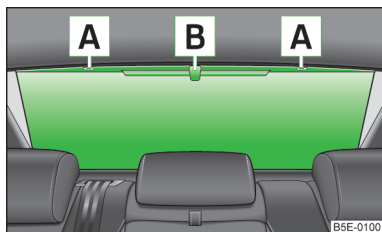

Fig. 41
► Trageți ruloul parasolar de mânerul **B** » fig. 41 și agățați-l în suportul **A**.
► Scoateți ruloul parasolar din suportul **A** și țineți-l de mânerul **B** » fig. 41 astfel încât să se poată rula încet și fără a fi deteriorat în carcasa de pe masca portbagajului.